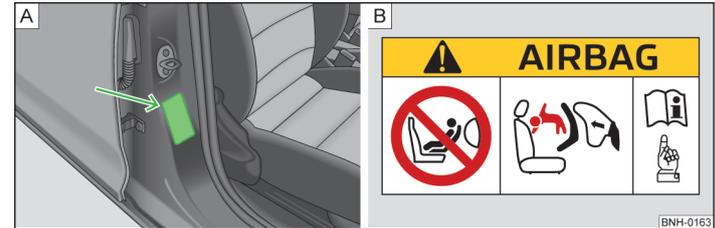

Abb. 14 Aufkleber an der B-Säule auf der Beifahrerseite
- Auf diese Tatsache weist auch der Aufkleber hin, der sich an der B-Säule auf der Beifahrerseite befindet » *Abb. 14*. Der Aufkleber ist nach dem Öffnen der Beifahrertür sichtbar. Für einige Länder ist der Aufkleber an der Sonnenblende des Beifahrers angebracht.